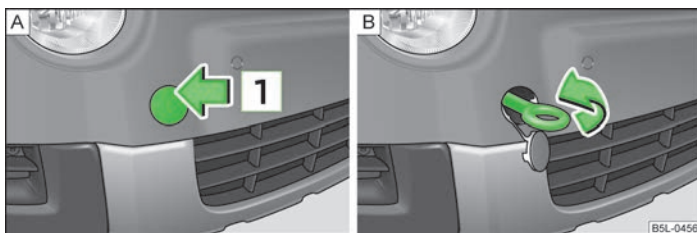

Fig. 163 Paragolpes delantero: Desmontaje de la caperuza protectora/montaje de la argolla de remolque
- Presionar la mitad superior de la cubierta en la dirección de la flecha **1** » fig. 163 - **A**.
- Atornillar la argolla de remolque hacia la izquierda hasta el tope » fig. 163 - **B**, y tirar de ella lo más firmemente posible.